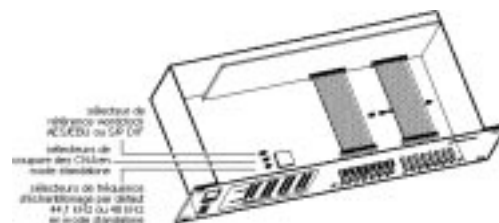

Figure 1. Emplacement des cavaliers du 888/24 I/O
- 5 A l'intérieur de la partie avant gauche du châssis du 888/24 I/O, à côté de la puce FPGA de grande dimension, se trouve une série de trois connecteurs à 3 broches dotés chacun d'un cavalier amovible. Chacun de ces cavaliers commande une fonction distincte par défaut, illustrée dans les figures 1 et 2.
7 Placez-le dans la position correspondant à la valeur désirée. Pour la fréquence d'échantillonnage 44,1 kHz, il doit être placé sur les deux broches situées à droite. Pour la fréquence d'échantillonnage 48 kHz, il doit être placé sur les deux broches situées à gauche. Reportez-vous aux figures 1 et 2 pour plus de précisions.
☞ Reportez-vous aux figures 1 et 2 pour plus de précisions sur les cavaliers et leurs positions par défaut.
distincte par défaut, illustrée dans les figures 1 et 2.
7 Placez-le dans la position correspondant à la valeur désirée. Pour le port du word clock lock AES/EBU, il doit être placé sur les deux broches situées à droite. Pour le port du word clock lock S/PDIF, il doit être placé sur les deux broches situées à gauche. Reportez-vous aux figures 1 et 2 pour plus de précisions.
- 5** A l'intérieur de la partie avant gauche du châssis du 888/24 I/O, à coté de la puce FPGA de grande dimension, se trouve une série de trois connecteurs à 3 broches dotés chacun d'un cavalier amovible. Chacun de ces cavaliers commande une fonction distincte par défaut, illustrée dans les figures 1 et 2.
- 7** Placez-la dans la position correspondant à la valeur désirée. Pour mettre en sommeil les DAC, il doit être placé sur les deux broches situées à gauche. Pour remettre les DAC en fonctionnement (fonctionnement normal), il doit être placé sur les deux broches situées à droite. Reportez-vous aux figures 1 et 2 pour plus de précisions.